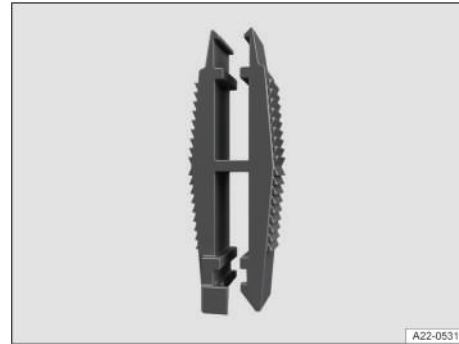

Fig. 237 Pinzas de plástico para extraer o colocar fusibles (representación esquemática).
1. Dado el caso, retire las pinzas de plástico de la caja de fusibles o de la cubierta de la caja de fusibles correspondiente → fig. 237.